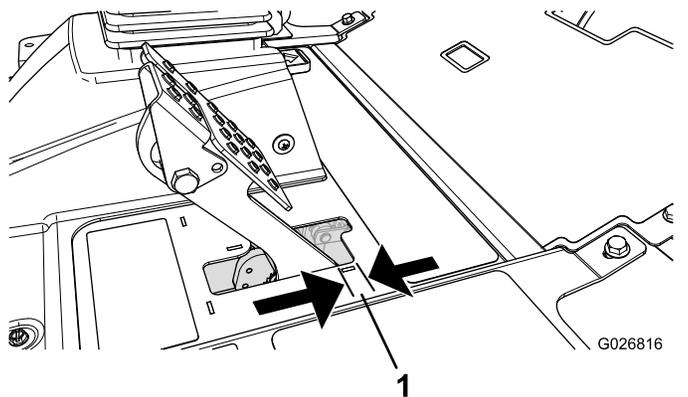

图 107
4. 轻踩刹车踏板并测量踏板在没有阻力的情况下移动的距离 图 107。
注意 当刹车踏板的自由行程 图 107 超过 2.5cm 时或需要施加更大的手刹力时应调节刹车。
6. 紧固后螺母向后移动拉线直到在手刹锁住车轮之前刹车踏板的自由行程 图 107 达到 613mm。